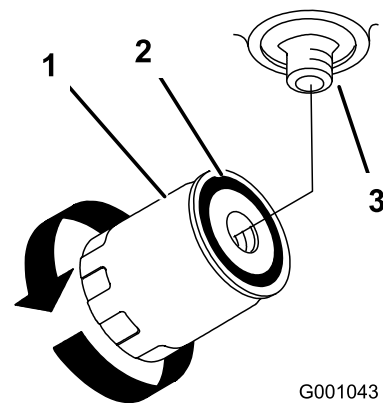

Figure 78
7. Appliquez une fine couche d'huile propre sur le joint en caoutchouc du filtre de rechange (Figure 78).
huile dans le sens horaire jusqu'à ce que le joint en caoutchouc vienne toucher l'adaptateur du filtre. Serrez ensuite le filtre de 1/2 tour supplémentaire (Figure 78).